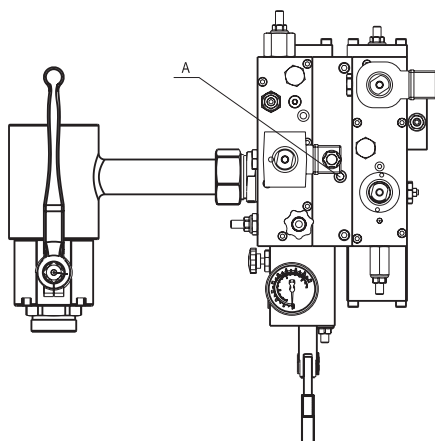

Fig. 1 Applicazione resistenza 60 W su valvola "NL"
- Svitare il tappo "A" - Fig. 1.